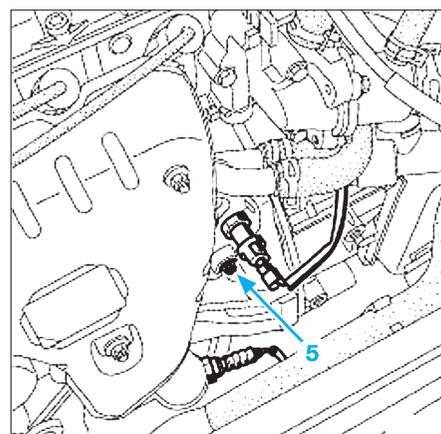

Fig. 26
- Déposer le bouchon (5) de la pige [1] (Fig.26).